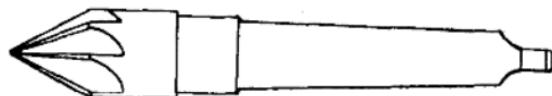

图 5
4. 锥头锪孔钻 这种钻头（见图5）主要用于钻孔后锪倒角、埋头螺钉孔、顶针孔等。各种规格的锪钻都分有 60° 、 90° 和 120° 三种。